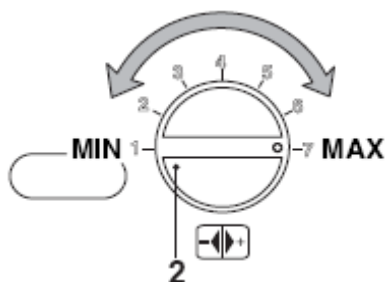

рис. 7.6
- Установите ручку настройки котла 2 на максимум (см. рис. 7.6) и проверьте значение **CO2**.